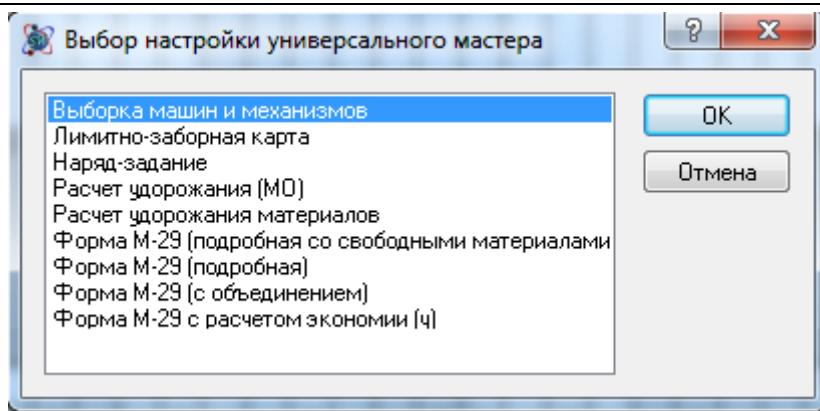

Рис. 4.108 Диалоговое окно Выбор настройки универсального мастера
4. В открывшемся окне **Выбор настройки универсального мастера** (рис. 4.108) выбрать нужный тип форм и нажать кнопку **OK**.